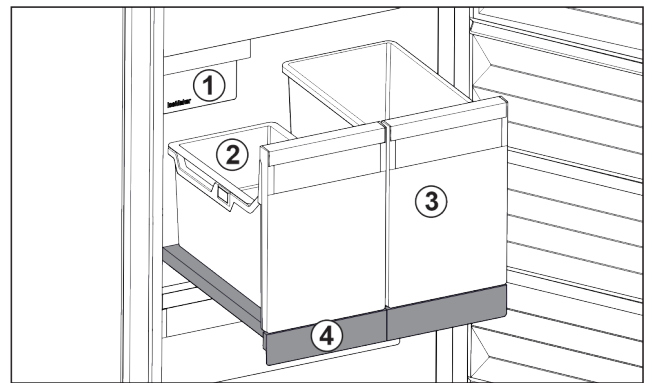

Fig. 99 Utdragshylla med IceTower
- (1) IceMaker
- (2) Hängande fack för istärningar
- (3) Behållare för t.ex. pizza, alkoholhaltiga drycker
- (4) Utdragshylla
Det finns två stora behållare på utdragshyllan (IceTower). I behållaren Fig. 99 (2) lagras och samlas istärningar från IceMaker. Behållaren Fig. 99 (3) är avsedd för förvaring av höga livsmedel som pizzor eller alkoholhaltiga drycker.